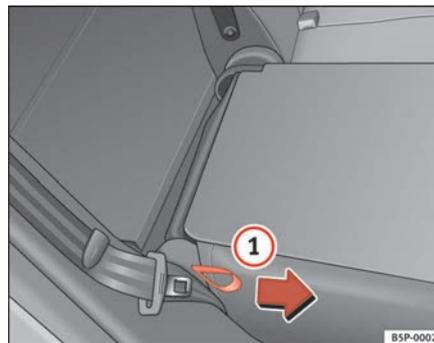

Fig. 99 Rabattre ou relever le dossier des sièges arrière
- Tirez sur la dragonne sur le côté de la banquette ⇒ fig. 99 ①.